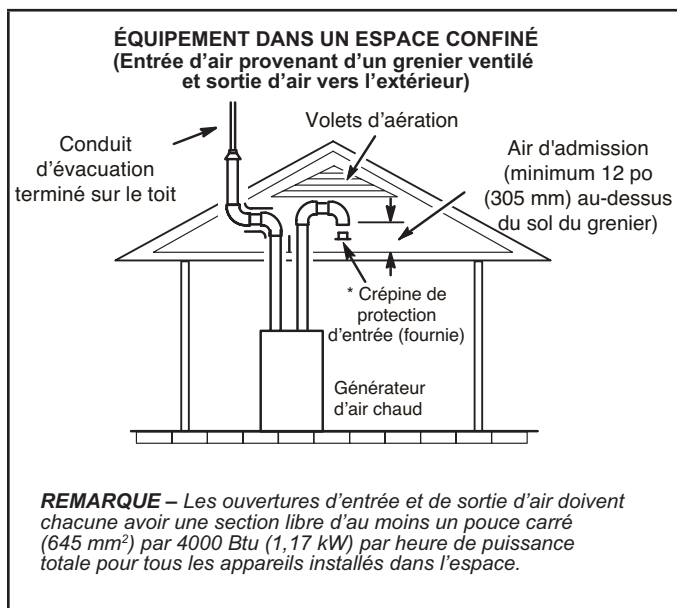
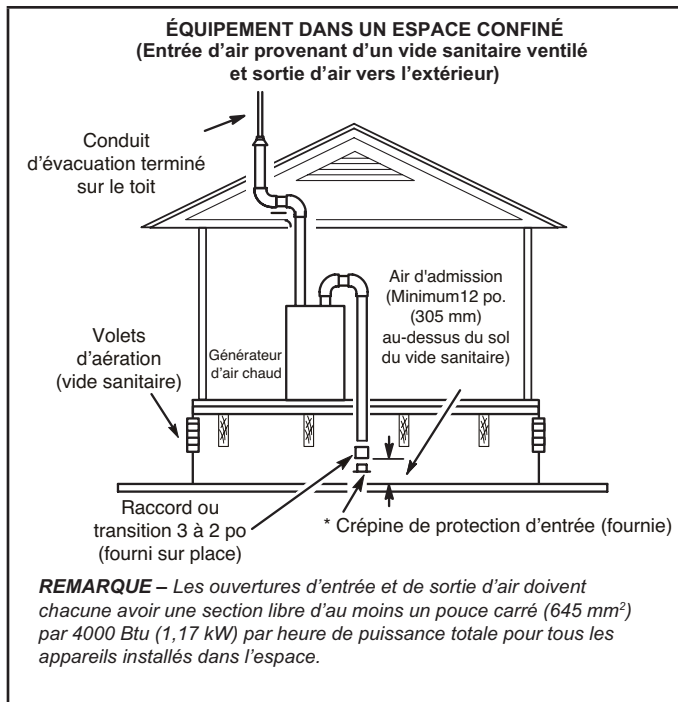

FIGURE 26
FIGURE 27
- 2 - Si l'air d'admission est aspiré d'un grenier ventilé (FIGURE 26) ou d'un vide sanitaire ventilé (FIGURE 27), la longueur de l'évacuation ne doit pas dépasser celle indiquée au TABLEAU 8. Si un tuyau de 3 po de diamètre est utilisé, le réduire à 2 po de diamètre pour pouvoir installer la crépine anti-résidus.